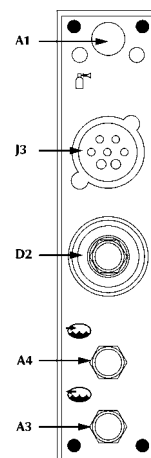

Fig. 20
- Conectar el haz de cables a la toma D2 / J3 (fig. 20) y los tubos del líquido de enfriamiento si se utilizan a las tomas A3 / A4.
- Conectar el tubo del gas a la conexión posterior (fig. 20) de 1/4 de pulgada.